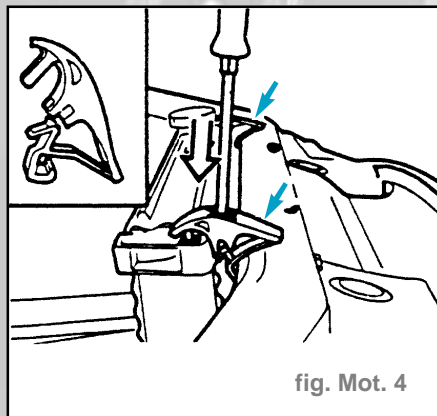

fig. Mot. 4
- Défaire la fixation du radiateur, à gauche et à droite, en exerçant une pression avec un tournevis (fig. Mot. 4).